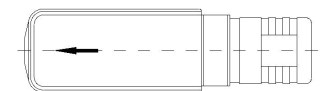

Abb. 2a
- ☞ Sorgen Sie dafür, dass in der unmittelbaren Umgebung des Strömungsschalters keine magnetischen Fremdfelder die Funktionsweise des Gerätes beeinträchtigen können (Abb. 2a).
- ☞ Auf dem Strömungsschalter befindet sich ein Pfeil. Achten Sie beim Einbau darauf, dass dieser unbedingt parallel mit der Rohrachse läuft und in Strömungsrichtung zeigt (Abb. 2a).